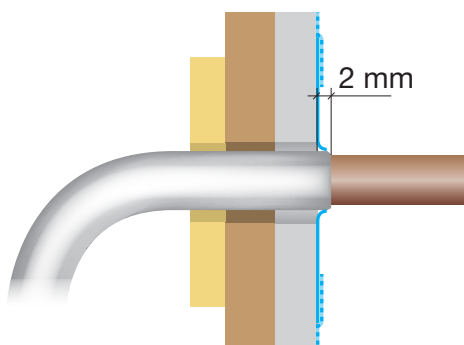

Fig. 3.3.2c. Tätning mot plastbelagda metallrör.
- På rörledning av plastbelagda metallrör utförs tätning mot plasthölje. *Se fig. 3.3.2c.*